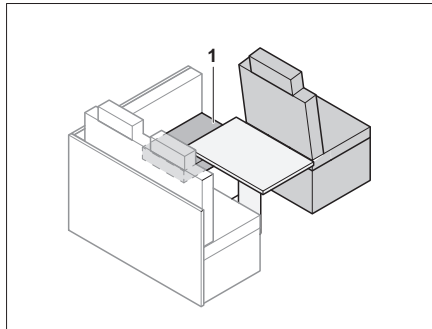

Fig. 140 Prima della trasformazione
- Spostare lateralmente il cuscino del divano (Fig. 140,1).